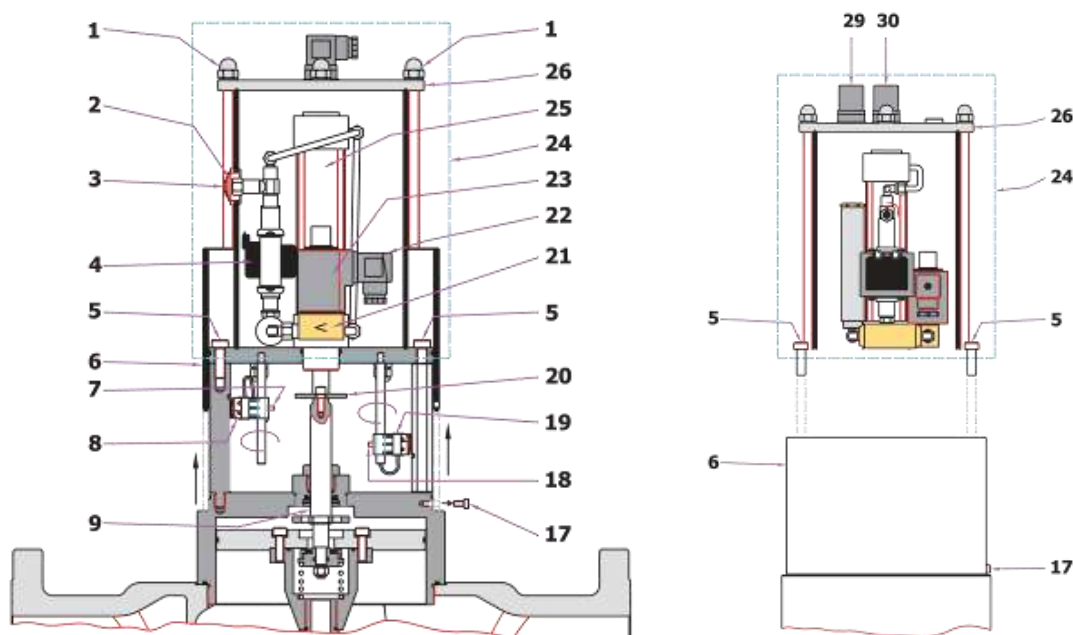

Рис.10
- Ослабить крепежный винт (17) и поднять кожух (6) в положение, как показано на рис. 10.
- Для регулировки расхода необходимо ослабить винт (18) и установить микропереключатель (19), сдвинув его вдоль вала в необходимое направление (для уменьшения расхода газа микропереключатель (19) поднимать вверх). Как только положение микропереключателя (19) будет определено, затянуть винт (18). Диапазон характеризуется минимальным и максимальным расходом газа.